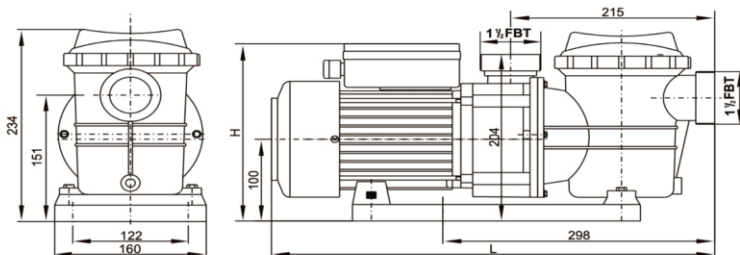

Fig.2
- A bomba deve ser instalada horizontalmente. As dimensões da bomba para posicionamento e fixação estão na Fig. 2